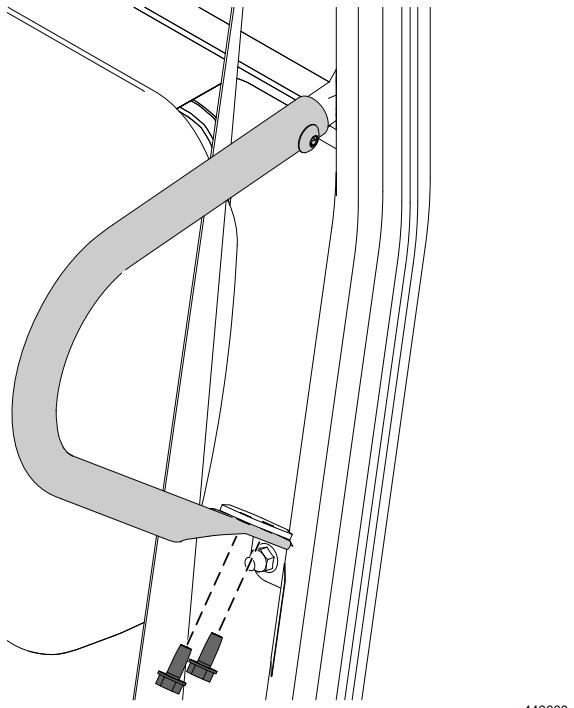

Bild 1
5. Entfernen Sie die Schrauben aus der Halterung der Schulterstütze und bewahren Sie sie für die spätere Montage auf (Bild 1).